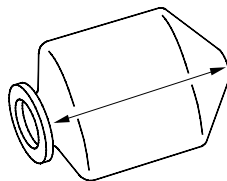

Figura 3 - Extraer todo el aire de la celda de agua
- A. Coloque la celda de agua sobre una superficie limpia con la abertura hacia un extremo y aplánela para empujar el aire hacia afuera. Jale de los extremos hasta que quede plana (consulte la Figura 3).